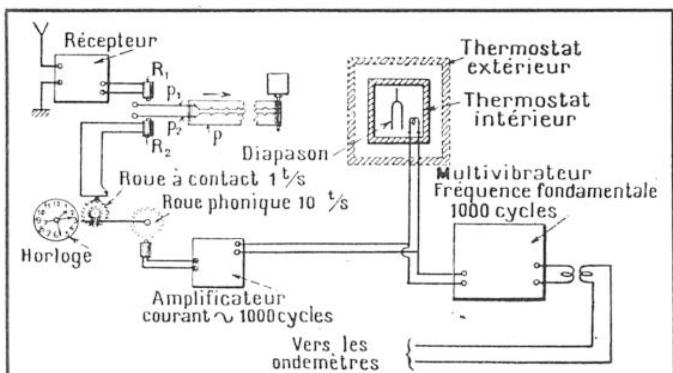

FIG. 6. — VÉRIFICATION DE LA FRÉQUENCE DU DIAPASON
Quant au multivibrateur, qui sert de base à toutes les mesures, on doit vérifier que sa fréquence fondamentale est bien égale à 1.000 cycles. Un diapason, à 1.000 périodes par seconde, électriquement entretenu et vibrant devant une bobine (fig. 6), produit dans l'enroulement de cette dernière un courant alternatif à 1.000 cycles qui, après
Le courant produit par le diapason fait tourner une roue phonique (2) faisant 10 tours par seconde (fig. 6). Celle-ci entraîne, d'une part, un mouvement d'horlogerie comportant un cadran et des aiguilles ordinaires, et, d'autre part, une roue ne faisant que 1 tour par seconde. Cette dernière porte un contact qui, à chaque tour, ferme un circuit commandant une plume qui trace un *crochet* sur la bande d'un enregistreur automatique. Si le diapason est bien réglé, ces crochets se suivent exactement à une cadence de 1 par seconde ou 60 par minute.